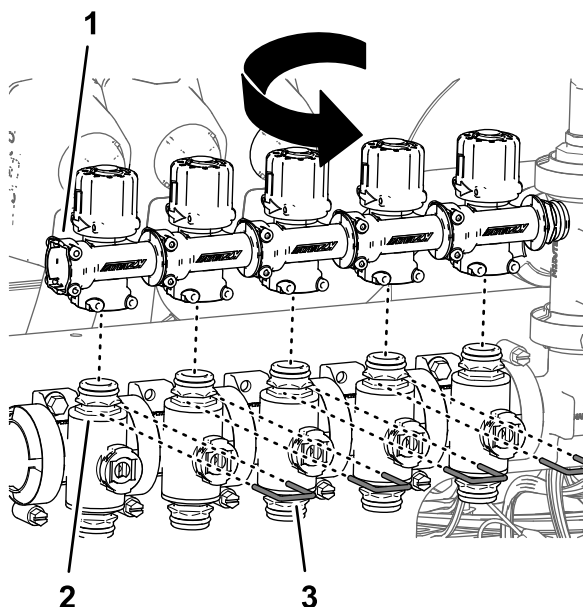

Figure 102
6. Faites pivoter les soupapes de dérivation de 180° et placez-les sur les raccords rapides des vannes de section (Figure 102).
7. Fixez les soupapes de dérivation aux vannes de section avec les étriers (Figure 102) que vous avez retirés à l'opération 4.